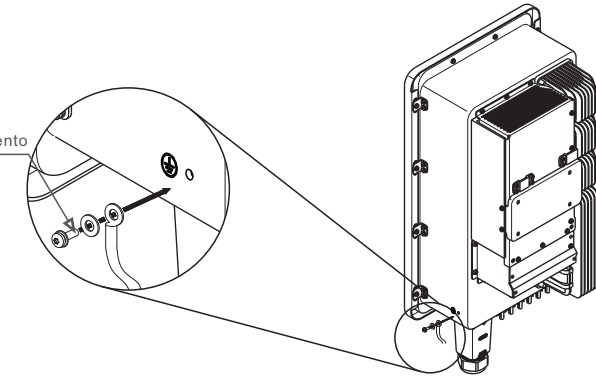

Figura 5.9 Cabo fixo
6. Conecte o cabo de aterramento ao ponto de aterramento no dissipador de calor e aperte o parafuso de aterramento com torque de 3-4Nm (ver figura 5.9).